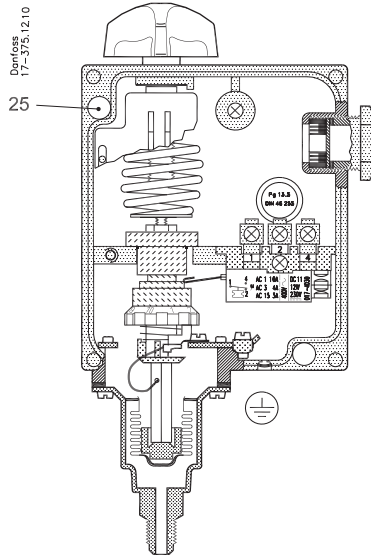

Fig. 1
The pressure switch is designed for fitting on the valve panel or the compressor. Use the mounting holes pos. 25, fig. 1. If the control is subjected to vibration, it should be mounted on a soft intermediate base.
Pressostaten monteres på ventiltavlen eller på selve kompressoren. Benyt monteringshullerne pos. 25, fig. 1. Hvis apparatet kan blive udsat for vibrationer, bør det monteres på et blødt underlag.